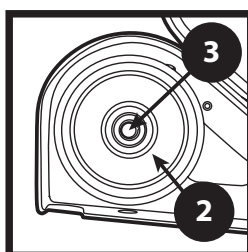

FIGURE 12
3. Installer la roue de tension supérieure de sorte que sa surface de roulement interne soit d'environ 1,524 mm à l'extérieur du support de roulement. Fixer la roue à l'aide de vis de blocage. (Figure 12)